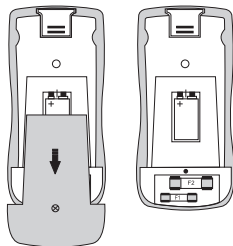

Fig. 11
3. Dépliez la béquille escamotable (13). Tirez le couvercle du logement de la pile et du fusible vers le bas de l'appareil (fig. 11).